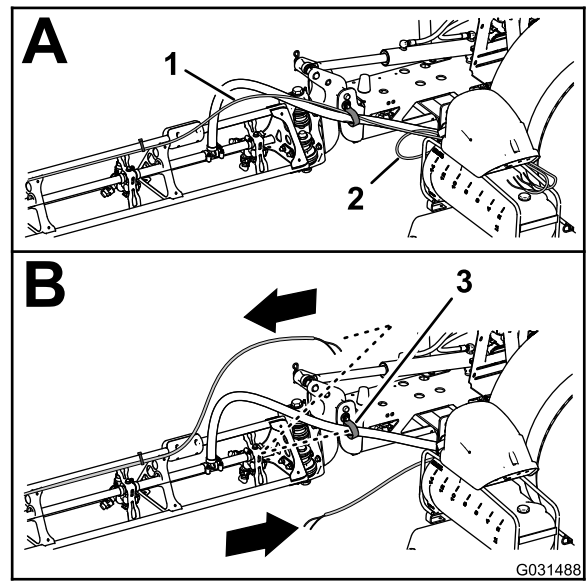

图 24
5. 将左、右喷洒臂段泡沫喷嘴的管子向后移动使其穿过靠近喷洒臂段枢轴点的 R 形夹图 24。